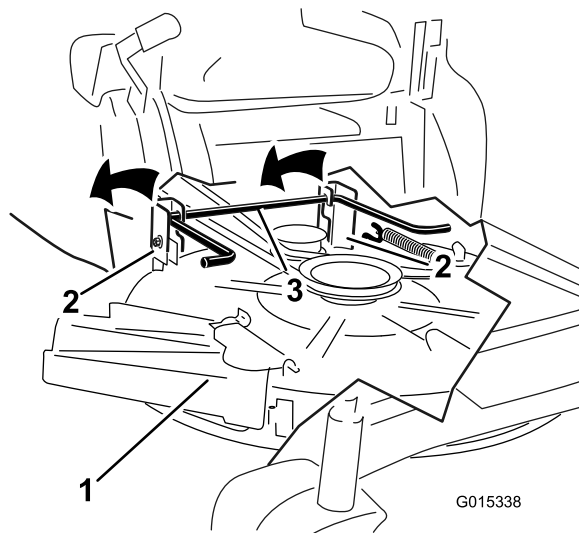

Figure 55
- 7. Soulevez et enlevez le plateau de coupe et les supports de la tige de levage arrière et abaissez le plateau au sol avec précaution (Figure 55).
5. Soulevez l'arrière du plateau de coupe et guidez les supports sur la tige de levage arrière (Figure 55).